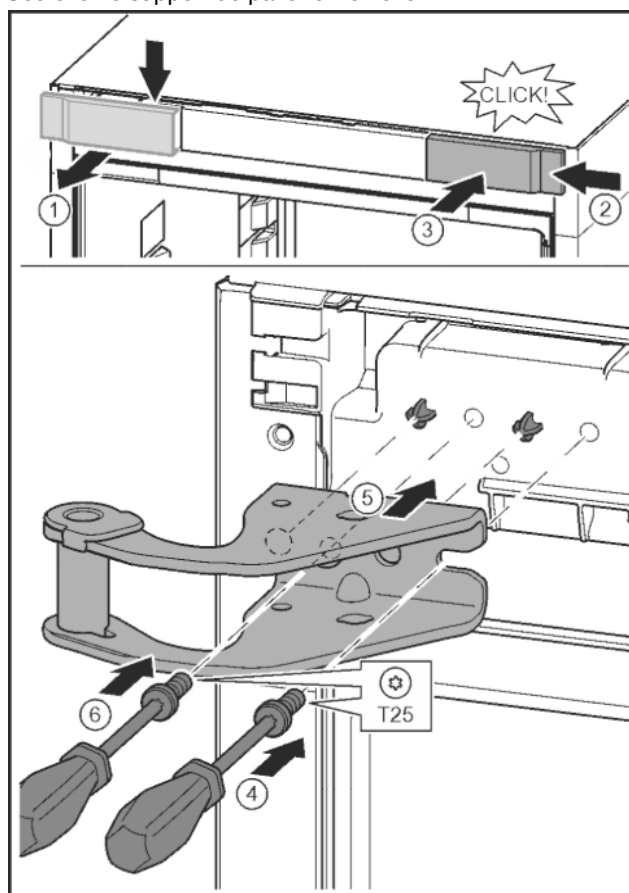

Fig. 13
- Libérer le cache et le retirer latéralement. Fig. 13 (1)
- Accrocher le cache tourné de 180° de l'autre côté à droite. Fig. 13 (2)
- Enfoncer le cache. Fig. 13 (3)
- Mettre en place la vis avec un tournevis T25. Fig. 13 (4)
- Mettre en place le support de palier supérieur. Fig. 13 (5)
- Serrer la vis. Fig. 13 (4)
- Mettre en place la vis avec un tournevis T25 et la serrer. Fig. 13 (6)